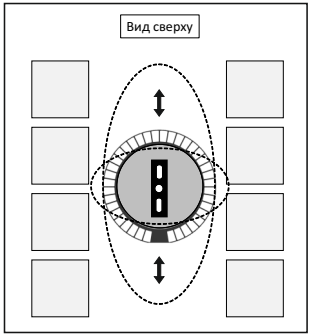

Рис. 3
- 5.13 **ВНИМАНИЕ!** Осветительный прибор монтируется только в определённом положении в соответствии с межстеллажным пространством (рис. 3), монтаж лиры осуществляется по центру прохода и параллельно стеллажам. Стрелками на лире осветительного прибора показано направление и оно должно совпадать со стрелками на рисунке 3.